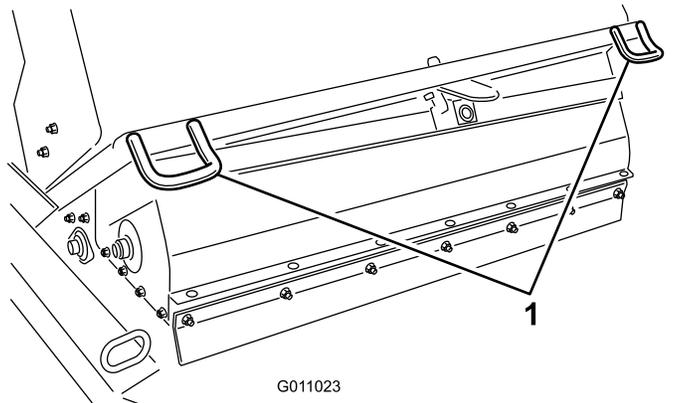
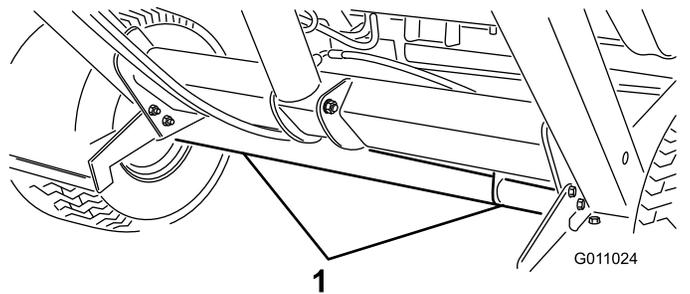

图30
图31
- 驾驶机器时使用栓系固定机器的前面图30和轴图31并将机器的后面固定在拖车上。